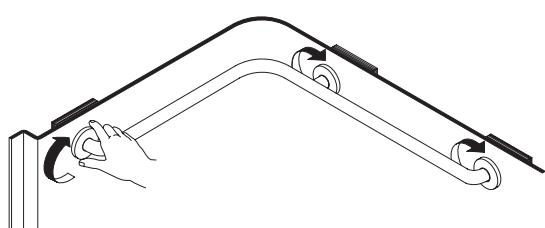

Fig. 4.12
- g) Install the finishing caps on each of the flanges, performing a rotation clockwise or by lightly tapping with a mallet. Fig. 4.12.
- g) Installer les capuchons de finition sur chacune des brides en effectuant une rotation dans le sens horaire ou en frappant légèrement à l'aide d'un maillet. Fig. 4.12.
- g) Instalar los capuchones embellecedores sobre cada una de las bridas efectuando una rotación en el sentido de las agujas del reloj o golpeando suavemente con una maza. Fig. 4.12.